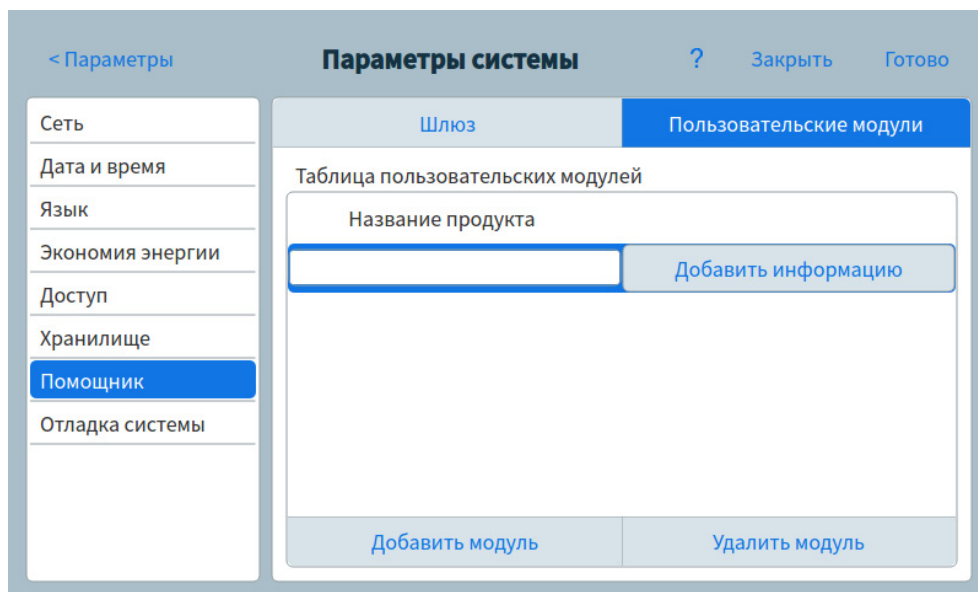

Рис. 47 Страница удаленного помощника, добавление информации
- б Нажмите кнопку **Добавить модуль**. Появится строка ввода названия оборудования. См. Рис. 47.